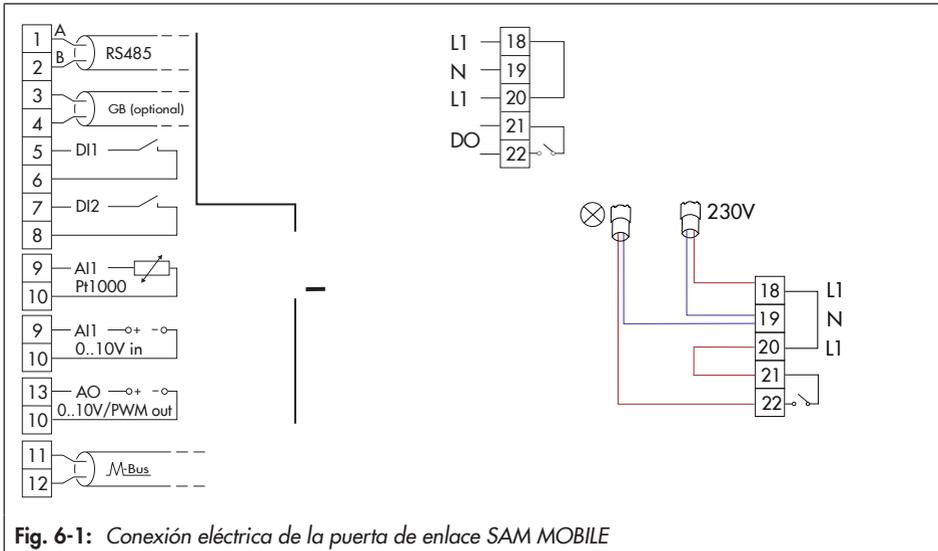

Fig. 6-1: Conexión eléctrica de la puerta de enlace SAM MOBILE
- Observar el esquema de conexiones (ver fig. 6-1).